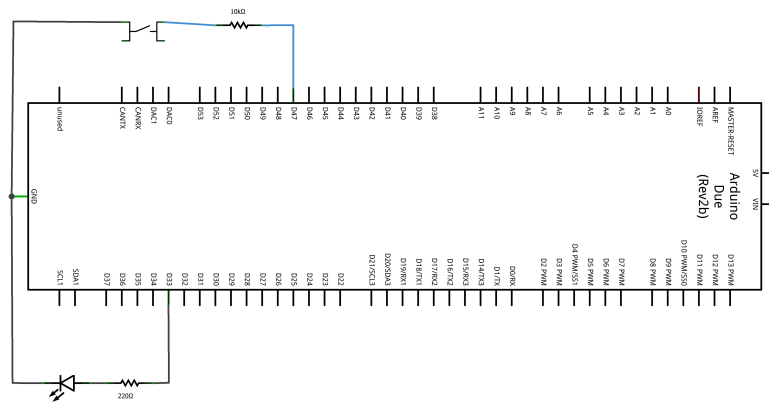

Figura 2.3. Diagrama de conexiones para la práctica #3.
- Implementar el diagrama de conexiones de la figura 2.3.